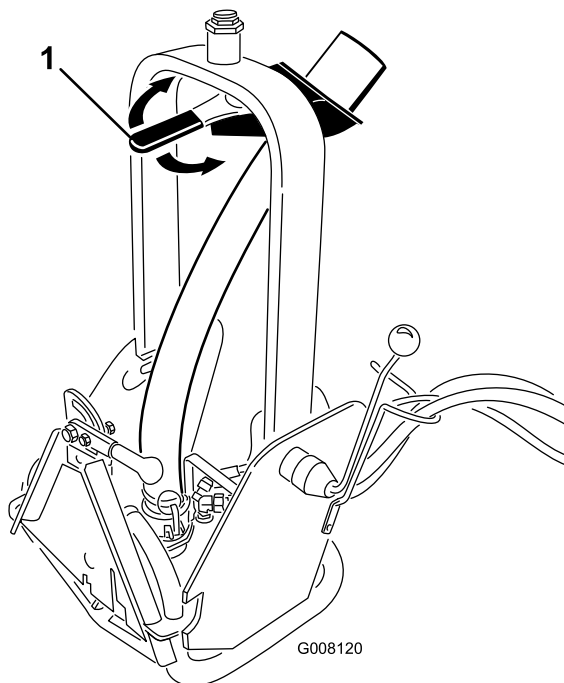

Рисунок 7
2. Чтобы отрегулировать направление потока, поверните рукоятку сопла (Рисунок 7) в требуемое положение.
Примечание: Сопротивление на рукоятке сопла (Рисунок 7) можно увеличить или уменьшить, отрегулировав момент затяжки большой гайки в верхней части поворотной колонны.